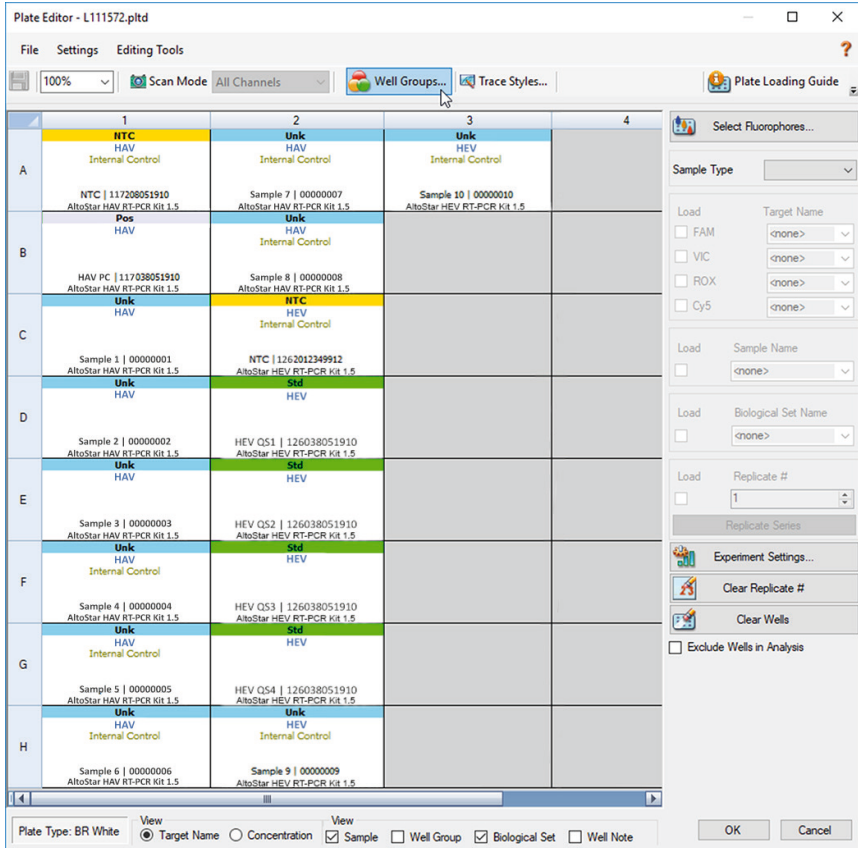

Figura 2: Caixa de diálogo Plate Editor (Editor de Placas)
1. Na janela Data Analysis (Análise de Dados), clique no botão **Plate Setup** (Configuração da Placa) na barra de ferramentas e selecione **View/Edit Plate** (Ver/Editar Placa). É apresentada a caixa de diálogo Plate Editor (Editor de Placas) (consulte a figura 2).